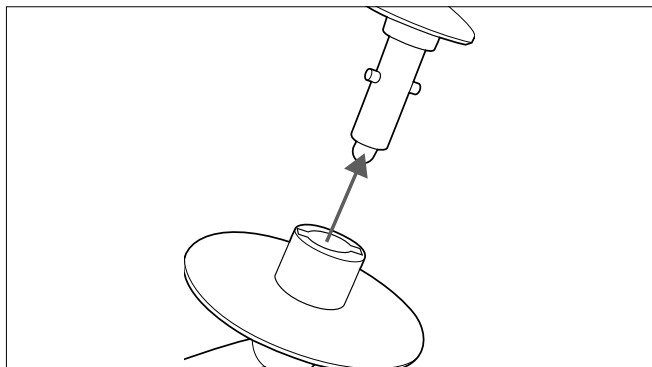

Fig. 9 – Deslizar la base giratoria sobre el soporte
- ▶ coloque el accesorio de batir desde abajo en el alojamiento del brazo giratorio (véase Fig. 9).